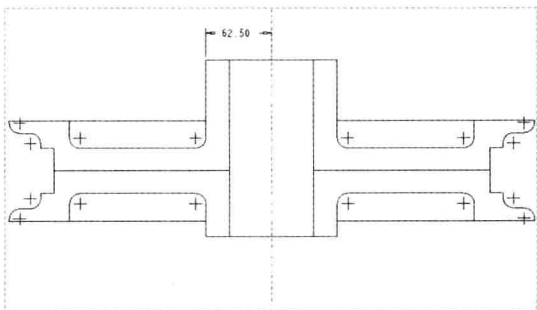

图 3-8 分割草图
Step 04 执行操作后,单击鼠标中键,即可分割草图,如图 3-8 所示。